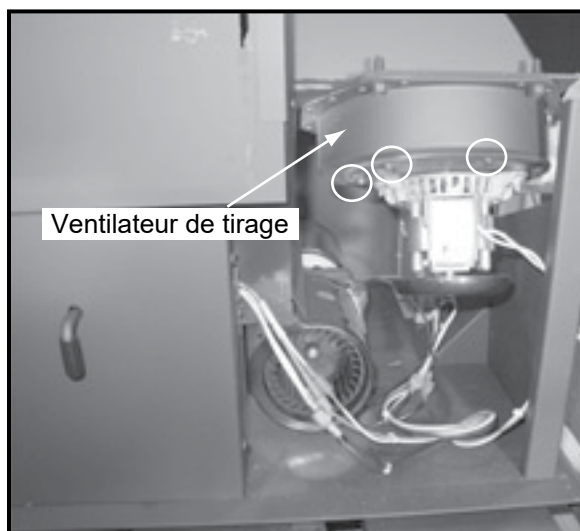

Figure 22.1
4. Il y a une plaque amovible sur le ventilateur de tirage. Selon le modèle, utilisez une douille 1/4 po, une clé à écrou 1/4 po ou un tournevis Phillips no 2 pour desserrer les 6 vis dans les ouvertures en forme de trou de serrure, et faire pivoter la plaque. Il n'y a qu'à desserrer les vis. **Figure 22.1.**
3. Le disque d'arrêt n° 1 est situé sur le plénum de convection, sous le moteur du système d'alimentation. **Figure 22.1.**
3. Le disque d'arrêt n° 3 est situé sur le support situé sur le tube d'alimentation, près du moteur du système d'alimentation. **Figure 22.1.**